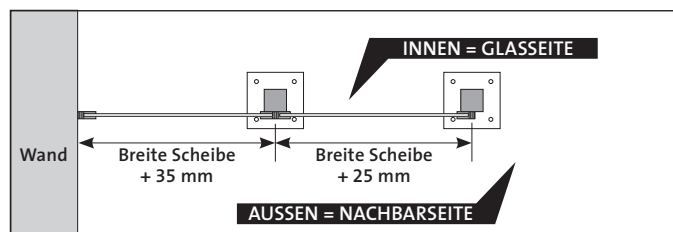

Bild 1
- Die Pfosten stehen nach innen, die Scheiben werden mit den Backen von außen (von der Nachbarseite) montiert (Bild 1).
## Maße Bild 1 + 2: